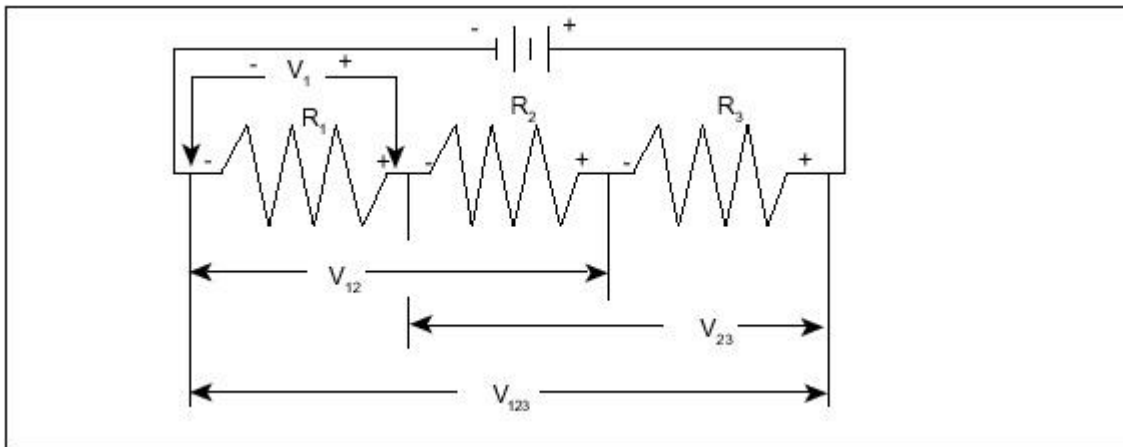
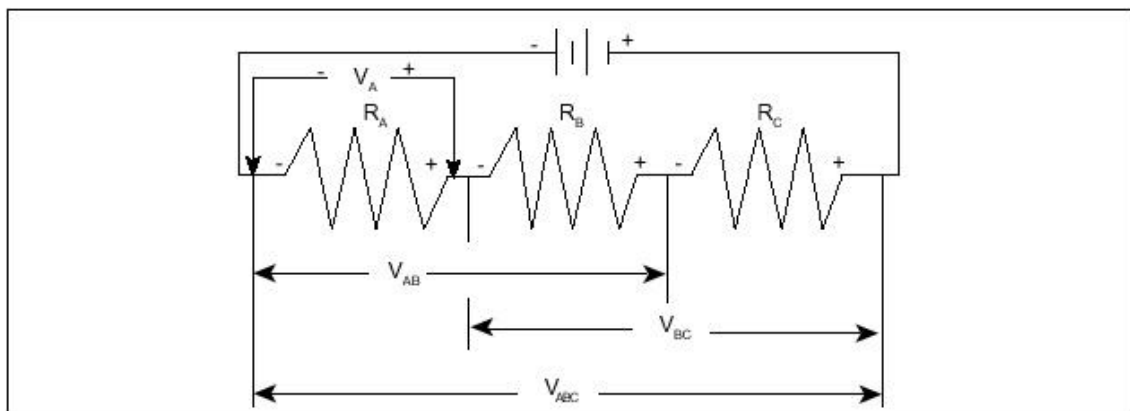

Figura 5.1
Figura 5.4 Circuito Serie
Conecta las tres resistencias del mismo valor que utilizaste en el experimento 4 en serie (figura 5.1). Con dos cables conecta las pilas, presta atención que cable debes conectar al terminal positivo y cual al negativo.
Utiliza el multímetro para medir la tensión (Tensión) en cada resistencia y en las combinaciones indicadas en la figura 5.1. Ten cuidado con la polaridad de las puntas del multímetro (rojo es positivo, negro es negativo). Toma nota de tus mediciones.
- En base a los datos que obtuviste en la tabla del circuito serie (figura 5.1), en qué forma se distribuye la tensión en circuitos serie con resistencias de igual valor. De acuerdo a los datos que ingresaste en la tabla de la figura 5.4, de qué forma se distribuye la tensión en circuitos serie con resistencias de distintos valores. Hay alguna relación entre el valor de la resistencia y la tensión resultante.